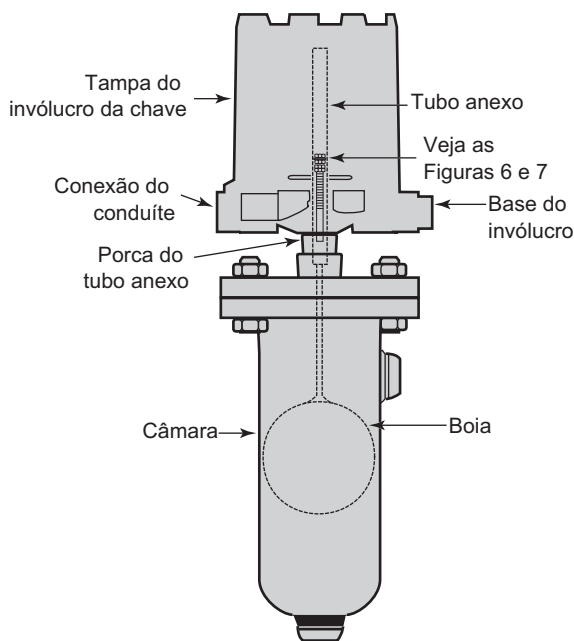

Figura 8
4. Desconecte os fios de alimentação do mecanismo da chave. Remova os fios do conduíte de conexão abrindo a base do invólucro. Consulte a **Figura 8**.
6. Afrouxe a porca do tubo anexo com um alicate 15/16". Desparafuse o tubo anexo no sentido anti-horário (a chave e a base do invólucro também irão girar), até que ele se solte. Consulte a **Figura 8**.